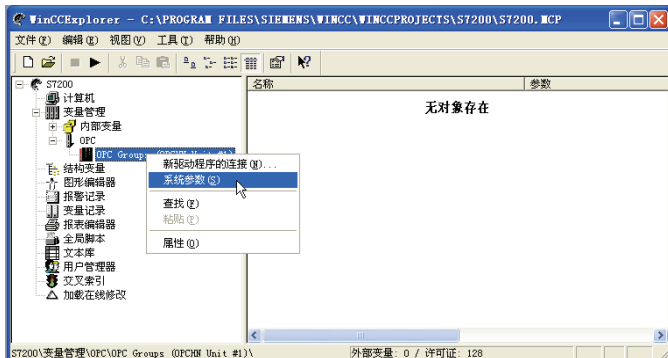
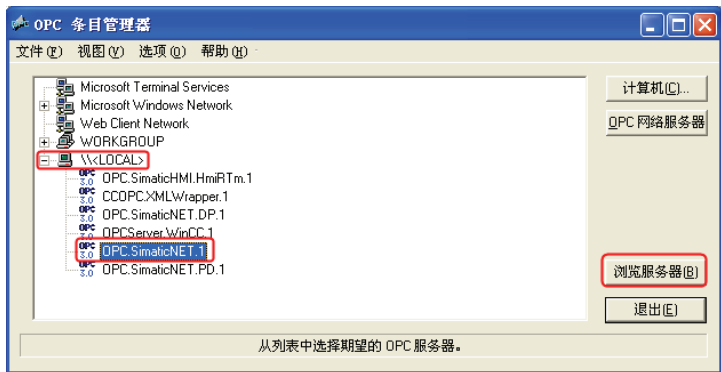

图 10-57 打开系统参数
图 10-58 “OPC 条目管理器”窗口
3) 打开系统参数。如图 10-57 所示，选中左侧浏览器窗口的“OPC Group”，单击鼠标右键，弹出快捷菜单，单击“系统参数”，弹出如图 10-58 所示的窗口。
4) 在 WinCC 中搜索及添加 OPC Scout 中定义的变量。如图 10-58 所示, 先展开“LOCAL”选项, 再选中“OPC.SimaticNET.1”, 最后单击“浏览服务器”按钮, 弹出“过滤标准”对话框, 如图 10-59 所示, 单击“下一步”按钮, 弹出 10-60 所示的对话框。